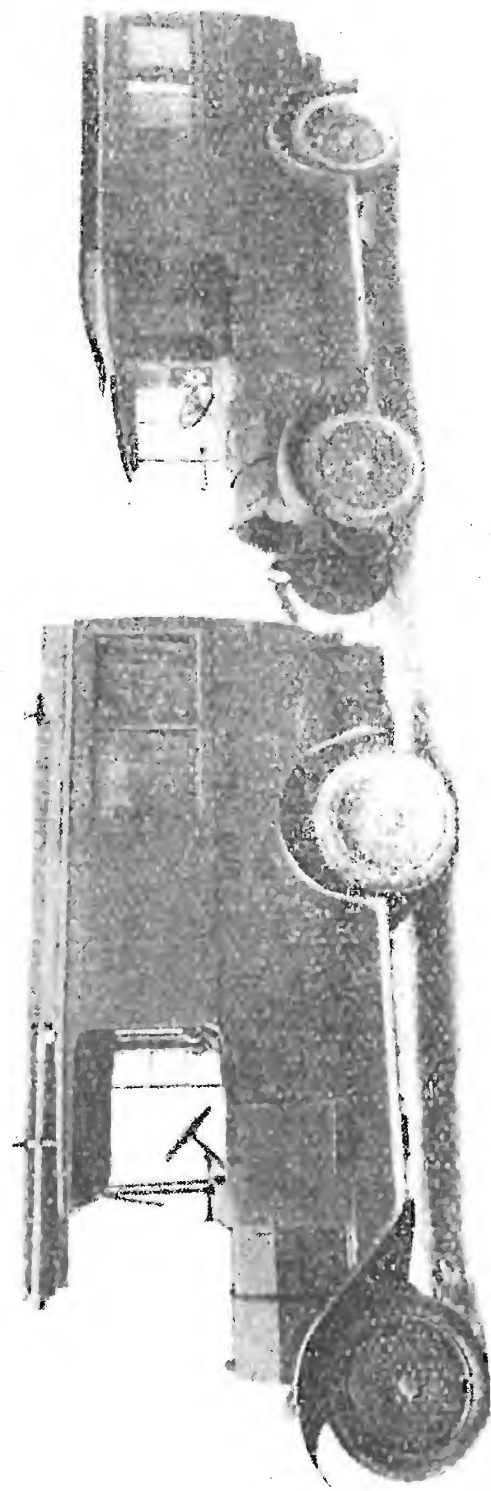

Fig. 1.
1. - La stazione è composta da due autoveicoli (vedi fig. 1).